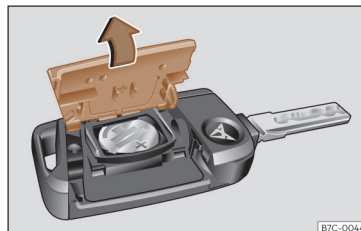

Fig. 67 Llave del vehículo: apertura de la tapa del compartimento para la pila.
- Retire la tapa en la parte trasera de la llave del vehículo»» fig. 67 en la dirección de la flecha »» ❶.
- Coloque la tapa tal como se muestra »» fig. 67 y presiónela en la carcasa de la llave del vehículo en sentido contrario a la flecha hasta que encastre.